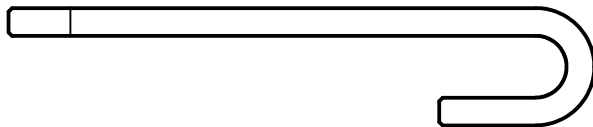

Рис.12 Механическая кочерга
8.1.15.3. Так же в комплекте горелки используется съемный, механизм автоматической механической чистки горелки – механическая кочерга (Рис. 12). Механическая кочерга предназначена для работы комплекта горелки с интервалом технического обслуживания от 24 до 72 часов.